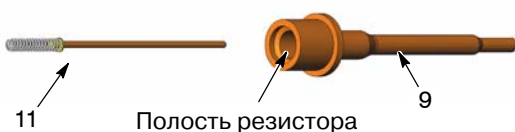

Рис. 6 Извлечение резистора из держателя
9. См. рис. 6. Вынуть резистор (11) из держателя резистора (9).
1. См. рис. 6. Впрыснуть примерно 0,60 мл диэлектрической пластичной смазки в полость резистора.
2. Вставить резистор (11) в его держатель (9) до упора, а затем заполнить полость резистора примерно 0,8 мл диэлектрической пластичной смазки.